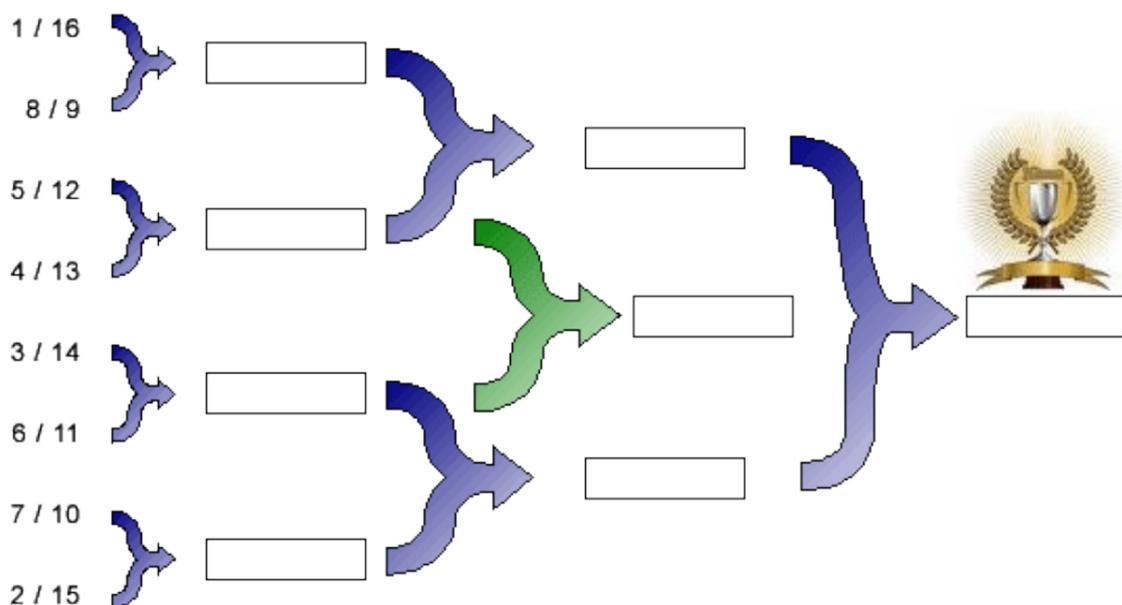

FIGURE 14 – Exemple de schéma de la phase finale
Chaque équipe vainqueur de son match de barrage sera intégrée au tableau principal de la phase finale de la rencontre (B). À l'issue de la phase de barrage, l'arbre de la phase finale de la rencontre (B) présenté Figure 14 pourra être revu afin de représenter plus fidèlement le niveau de chaque équipe.